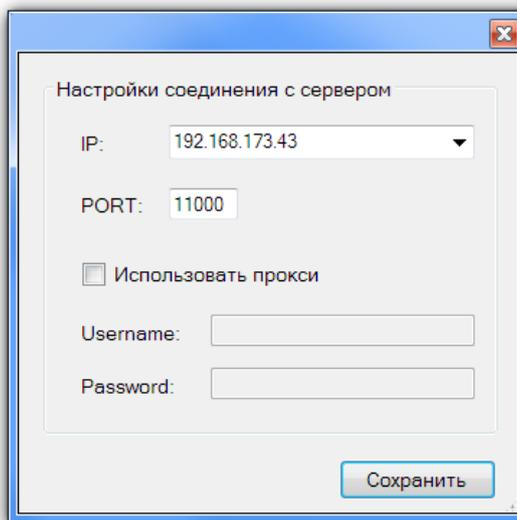

Рис. 1.12. Настройки соединения с сервером
- В открывшемся окне необходимо выполнить настройки (рис. 1.12).